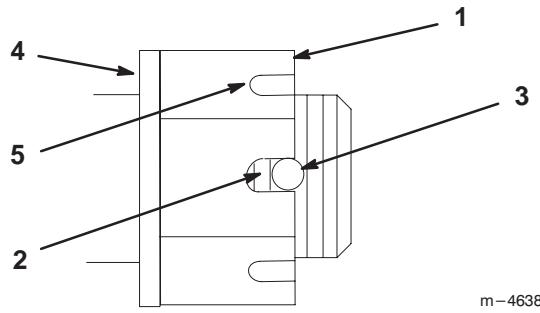

Figure 45
3. Serrer l'écrou à créneaux à 169,5 N•m (125 ft-lbs) (Fig. 45).
4. Contrôler la distance entre le fond du créneau de l'écrou et le bord intérieur du trou. On ne doit pas voir plus de deux filets dans le créneau (Fig. 45).
5. Si plus de deux filets sont visibles, retirer l'écrou et intercaler une rondelle entre le moyeu et l'écrou (Fig. 45).
6. Serrer l'écrou à créneaux à 169,5 N•m (125 ft-lbs) (Fig. 45).
7. Serrer encore l'écrou pour faire apparaître le trou au centre de la paire de créneaux suivante (Fig. 45).